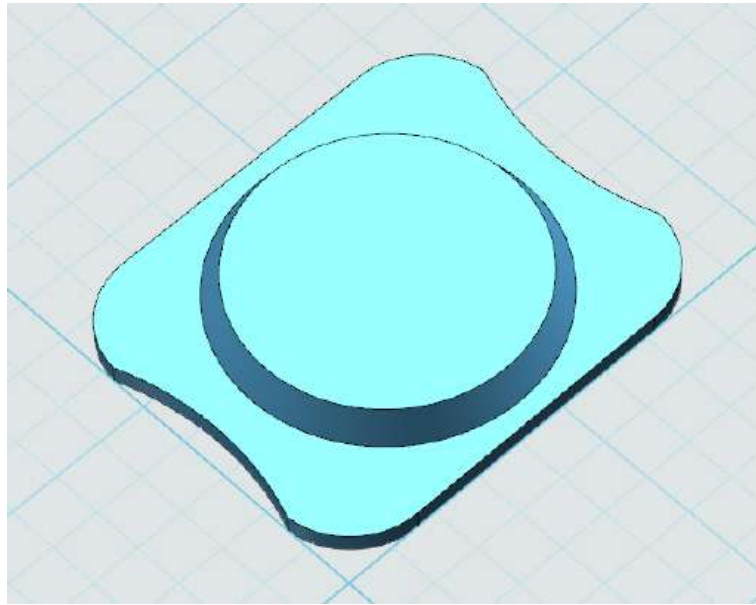

图 8-10
7.点击左侧的自动吸附，然后点击组合编辑。完成后如图 8-10 所示。